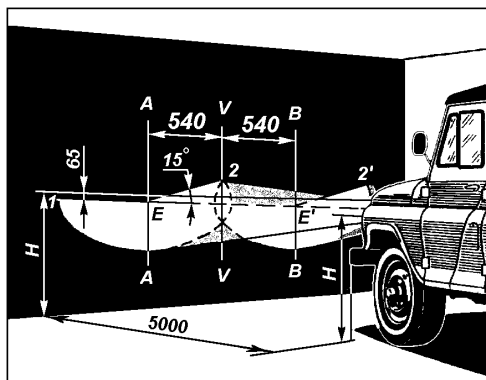

Рис. 9.68. Разметка экрана для регулировки фар:
1. Установите полностью заправленный и снаряженный автомобиль с нормальным давлением воздуха в шинах и нагруженным сиденьем водителя 750 Н (75 кгс) на ровной горизонтальной площадке на расстоянии 5 м от экрана со специальной разметкой (рис. 9.68).
Блок силовых плавких предохранителей (рис. 9.68)